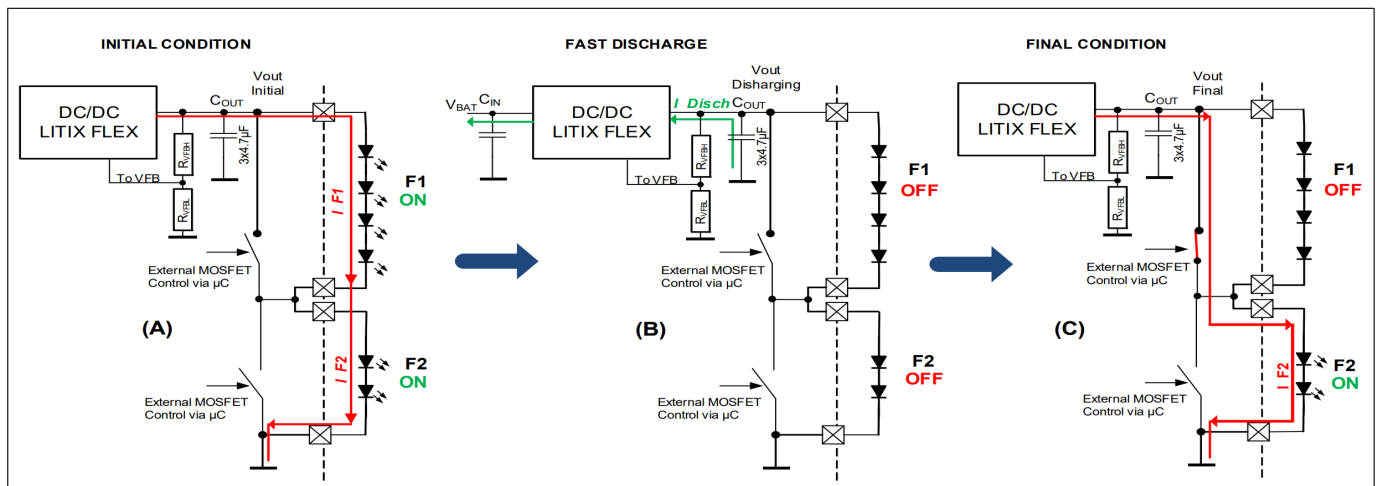

图 17 多浮动开关拓扑：2 个功能（F1+F2）切换至（F2）的操作序列
多浮动开关拓扑架构及其工作原理的一个示例见图 17
F.D. 操作包括在旁路开关闭合之前，将电容器 C_{OUT} 放电至最终负载电压（图 17-B）。外部微控制器软件必须确保 TLD5542-1 的 F.D. 操作与旁路开关的激活之间保持同步。
我们将负载跳变发生前任何时刻的电压-电流或负载配置称为"初始值"（图 17-A），而系统进入新负载配置后的任何数值则称为"最终值"（图 17-C）。